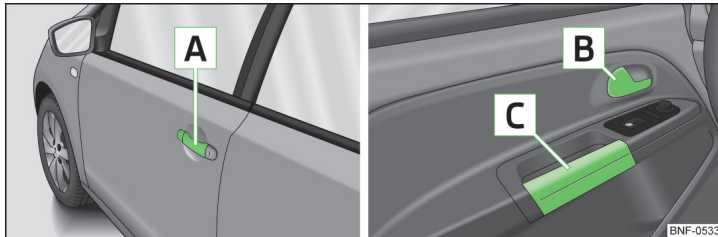

Fig. 26 Mnerul portierei/maneta de deschidere a portierei
- Trageți de mnerul portierei [A] » fig. 26 de la portiera respectivă.